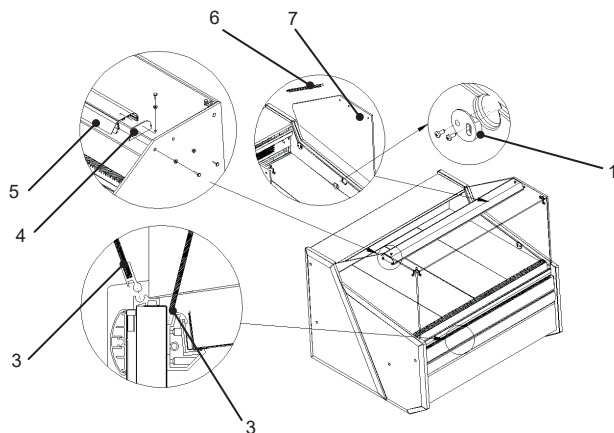

Abb. 4. Montage von Glaselementen und Alu-Leuchte
7. Vorderscheibe der Vitrine einbauen Abb.4/5 (S.24)